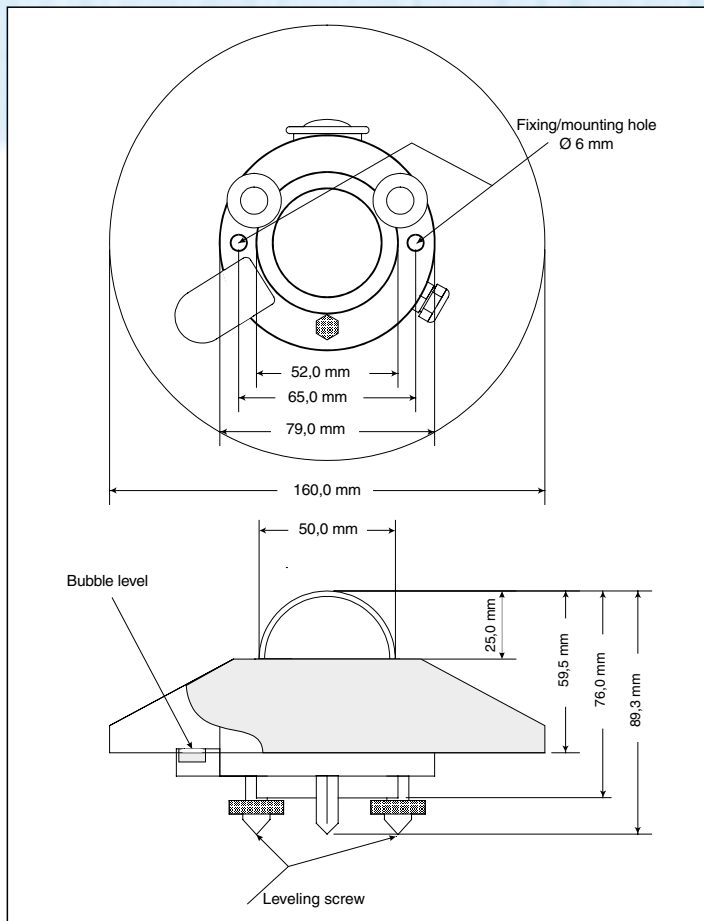

Fig. 4
- Para um correto posicionamento horizontal, o LP PHOT 02 é fornecido com um nível de bolha; o ajuste da inclinação do medidor de lux é feito através de dois parafusos de nivelamento. Use os dois furos de parafuso de diâmetro 6mm-diameter com uma distância interaxial de 65 mm, para montar o instrumento sobre um plano. Para acessar os furos, remover os disco de vidro e recolocá-lo após a montagem (veja fig. 4).
Dimensões:	fig. 4
- O radiômetro LP UVA 02 é fornecido com um quadrante de nível para realização de um nivelamento horizontal acurado. O ajuste é feito por meio de dois parafusos niveladores que permitem ajustar a inclinação do radiômetro. Usar os dois furos diâmetro de 6mm e uma distância interaxial de 65mm para montar o instrumento no plano. Remover o disco sombreado para acessar os furos e colocá-lo após a montagem (veja a fig. 4).